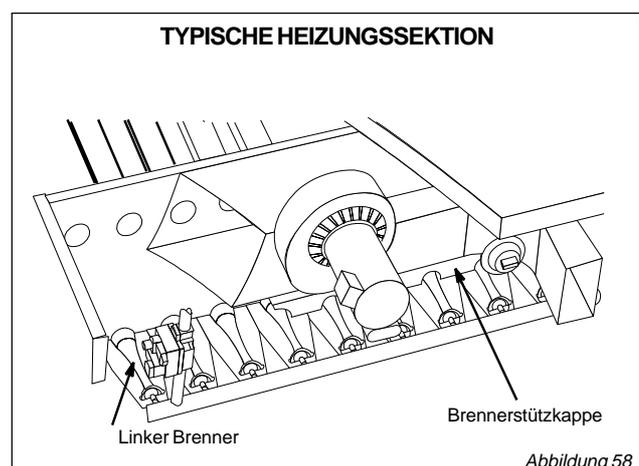

Abbildung 58
1. Lösen Sie vier Schrauben und nehmen Sie die Brennerstützkappe ab. Siehe Abbildung 58.